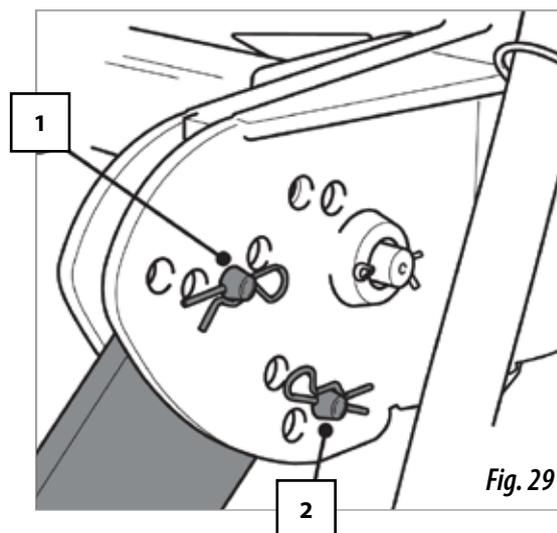

Fig. 29
- a. Par le boulon supérieur (n. 1, fig. 29) on peut contrôler la profondeur de l'équipement de semis et la pression sur le sol (plus ou moins).
- b. Par le boulon inférieur (n.2, fig. 29) on peut contrôler la pénétration du rouleau dans le sol et d'ailleurs, on peut le fixer pour le transport.